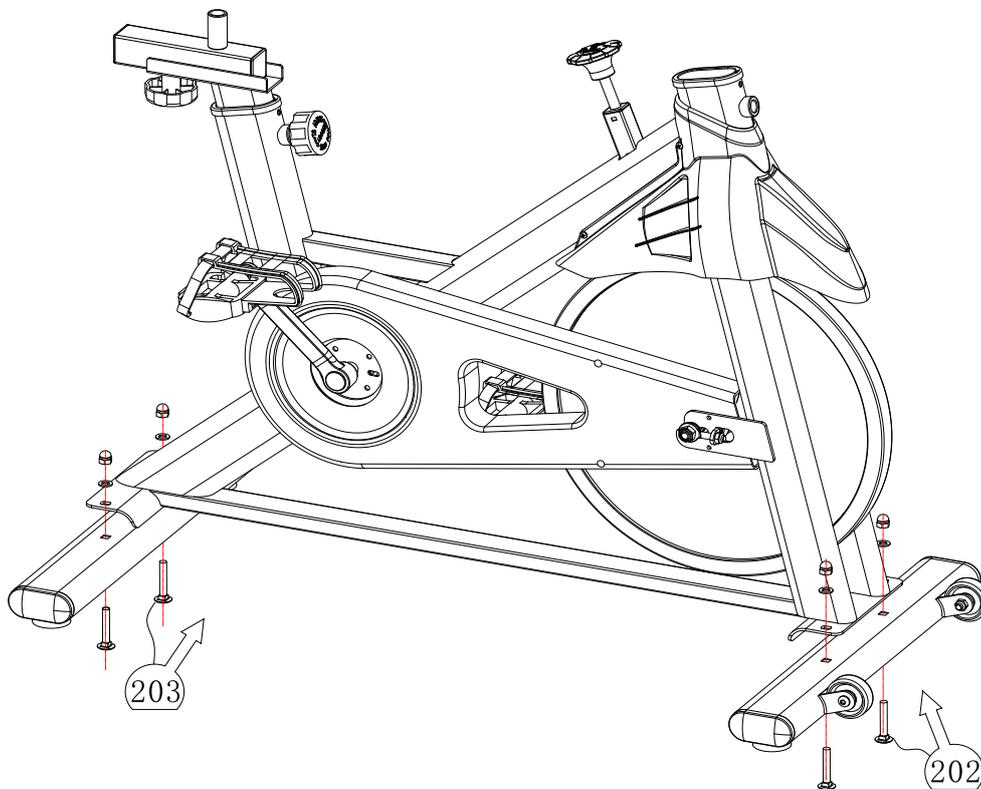

Abbildung.2
2. Wie in Abbildung 2, im Schritt 202 dargestellt, führen Sie zwei x „Große Halbrundkopf-Vierkant-Halsschrauben M 10x90“ (Teil 4) in das Vierkantloch der „Vorderfußrohrsätze“ ein, um den Bogen des vorderen Endes des Hauptteils zu passieren, während das Trägerrad nach vorne gerichtet ist. Das runde Loch des Formteils wird jeweils in die „Flache Unterlegscheibe $\Phi 11 \times \Phi 20 \times 2$ “ eingesetzt und dann in die „Hutmutter M10“ eingeschraubt und mit einem Schlüssel #16 angezogen.
Nehmen Sie zwei „Große Halbrundkopf-Vierkant-Halsschrauben M 10 x 90 und setzen Sie sie in die Vierkant-Löcher nahe der Fußrohrbaugruppe ein“ (wie in Schritt 203 der Abbildung 2 nachstehend angezeigt) und stellen Sie sicher, dass das verstellbare Fußpolster senkrecht zur Bodenfläche steht und durch das Gehäuse hindurch verläuft. Das runde Loch des gebogenen Teils am vorderen Ende wird in die „Flache Unterlegscheibe $\Phi 11 \times \Phi 20 \times 2$ “ eingeführt und die „Hutmutter M10“ wird aufgeschraubt und mit einem Schlüssel #16 angezogen.